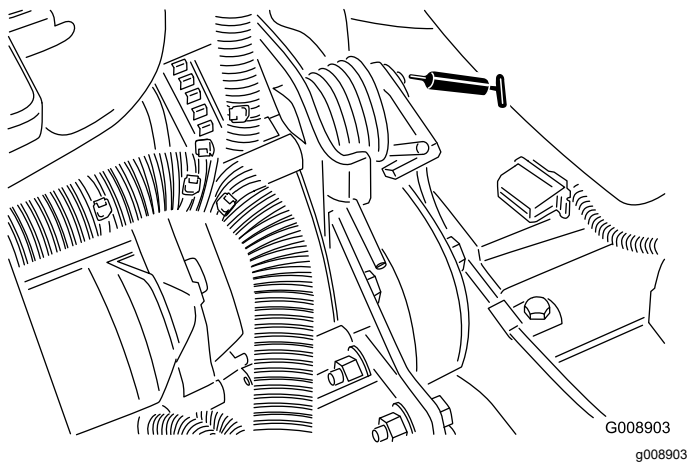

Figura 54
- Pivote tensor de la correa (**Figura 54**)